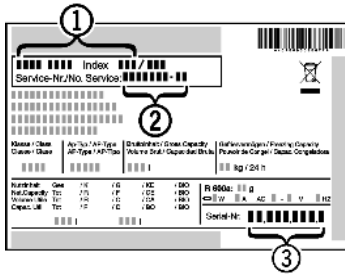

Fig. 9
► Laitteen nimitys Fig. 9 (1), service-n:o. Fig. 9 (2) ja sarja-n:o Fig. 9 (3) löytyvät tyyppikilvestä Tyyppikilpi sijaitsee vasemmalla sisäpuolella.
► Ilmoita asiakaspalveluun vika, laitteen nimi Fig. 9 (1), service-n:o Fig. 9 (2) ja sarja-n:o Fig. 9 (3).